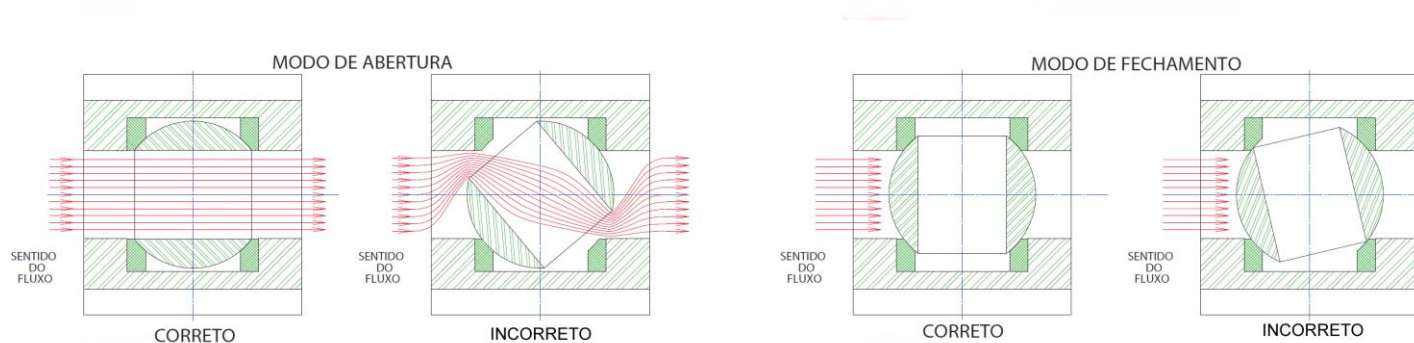

Figura 2 – Modo de operação
- O modo correto de operação está ilustrado na Figura 2.